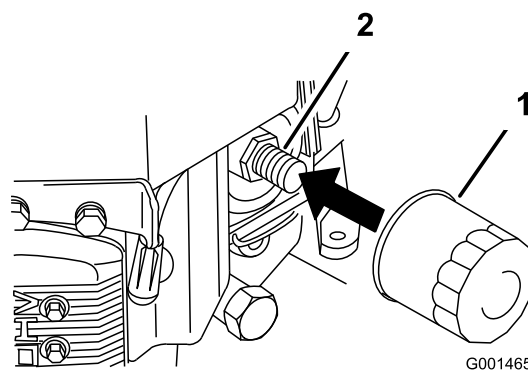

Figure 30
- Retirez le filtre usagé (Figure 30).
- Appliquez un mince film d'huile neuve sur le joint en caoutchouc du filtre de rechange (Figure 30).
- Posez le filtre à huile de rechange sur l'adaptateur, tournez le filtre dans le sens horaire jusqu'à ce que le joint en caoutchouc touche l'adaptateur, puis serrez le filtre de 3/4 de tour supplémentaire (Figure 30).